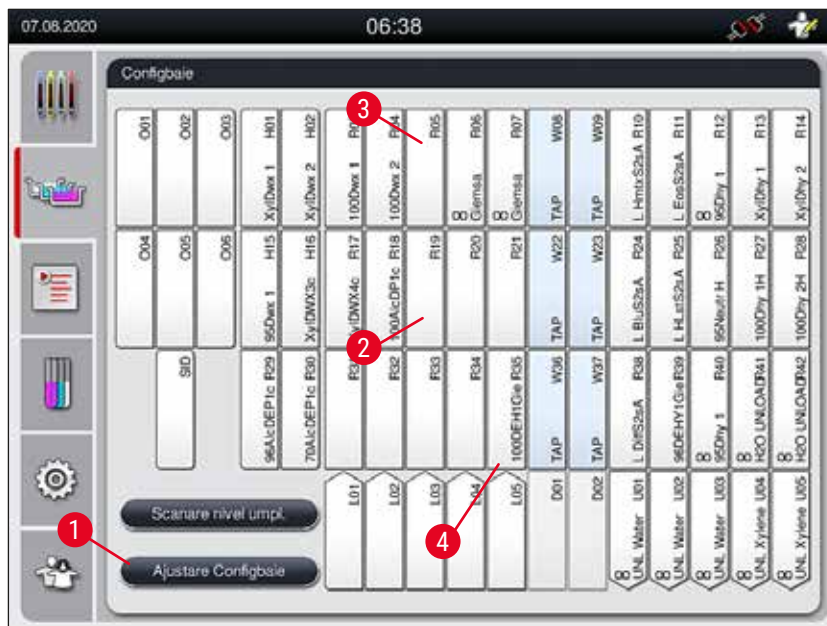

Fig. 61
1. În vizualizarea Configbaie (→ "Fig. 61"), apăsați butonul **Ajustare Configbaie** (→ "Fig. 61-1").
1. Pentru a muta stațiile de reactivi, selectați-le pe rând în Configbaie (→ "Fig. 61") prin atingere și apoi atingeți o poziție liberă din clipboar (→ "Fig. 64-1").